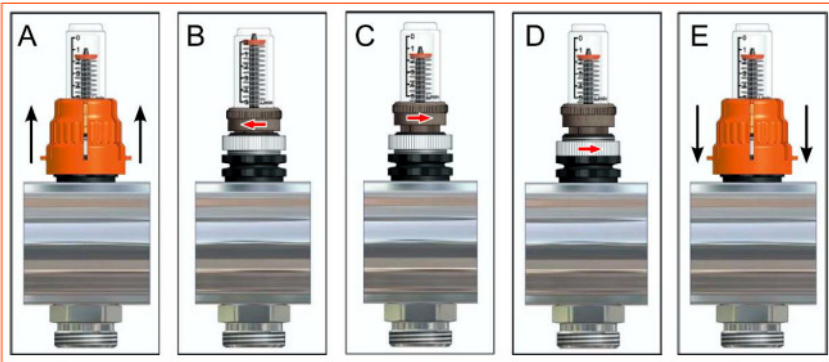

Abb. 1: Einstellung und Sperre von FLUXER.
1. Die orangefarbene Kappe entfernen, wie gezeigt in Abb. 1-A;
2. den FLUXER in Verschlussstellung bringen, indem die obere Nutmutter in die Richtung des Pfeils gedreht wird, siehe Abb. 1-B;
3. Die Vorrichtung durch Drehen der Nutmutter in entgegengesetzte Richtung (Abb. 1-C), und die richtige Durchflussmenge über das Fenster überprüfen;
4. die untere Sperrnutmutter in die auf dem Pfeil angezeigte Richtung drehen, Abb. 1-D, bis der mechanische Anschlag erreicht ist;
5. Die orangefarbene Kappe wieder aufsetzen, um die eingestellte Position zu speichern (Abb. 1-E);